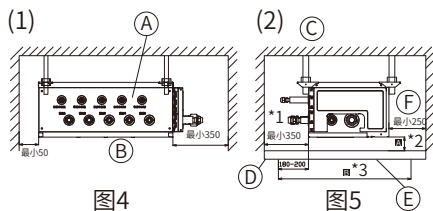
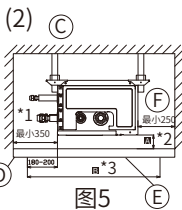
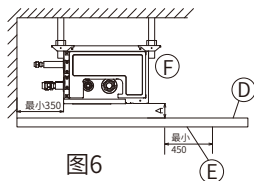

图4
图5
图6
(1) 前视图 (图4)
① 分歧箱
② 在管道侧
(2) 侧视图 (图5,图6)
③ 用于室内安装
④ 天花板
⑤ 保养孔
⑥ 基板组件侧
*2: ① 为“最小200mm”〈推荐〉。
*3: ② 为“最小600mm”〈推荐〉。
在“最小450”的情况下, 在基板组件侧准备一个保养孔(如图6所示), 距离① 必须为“最小300mm”。